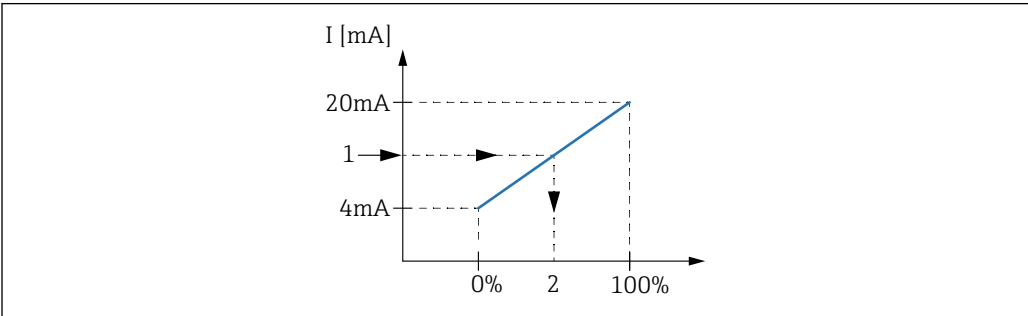

图 31 4...20 mA 输入对应过程变量
i 连接 HART 设备至 HART 罐旁指示仪 NRF81 前，必须进行设置并通过用户界面为其分配范围为 1...15 的唯一 HART 地址。³⁾确保按照接线端子分配进行连接 → 图 31。罐旁指示仪无法识别地址超过 15 的设备。
- 1. 确保按照接线端子分配连接 4...20 mA 设备 → 图 31。